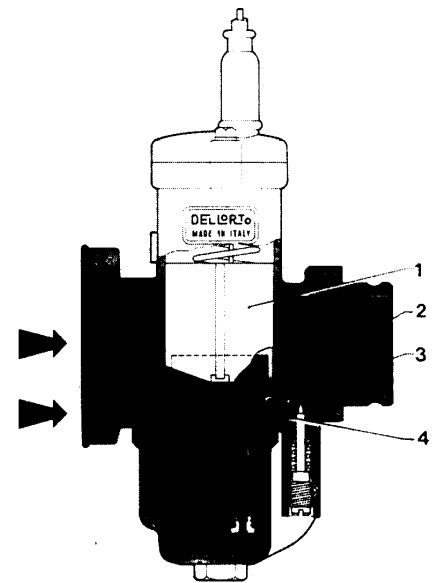

Bild 20
Unter Anreicherung wird die Übergangsphase der Gemischzufuhr zwischen Leerlaufphase und beginnender Gemischzufuhr durch das Hauptsystem verstanden. Mit dem Öffnen des Gasschiebers wächst die angesogene Luftmenge an. Deshalb muss auch die Kraftstoffzufuhr ansteigen, um ein zündfähiges Gemisch zu erhalten. Wie schon erwähnt, liefert die Leerlauföffnung (3) in Bild 20 lediglich die für den Leerlauf benötigte Gemischmenge. Das Hauptsystem fördert keinen Kraftstoff, weil der Unterdruck unter dem Gasschieber zu gering ist. Die Anreicherungsöffnung (2) ist für die Kraftstoffzufuhr in dieser Übergangsphase notwendig. Die Anreicherungsöffnung fördert Kraftstoff aus dem Leerlaufkreislauf. Sie liegt unmittelbar vor der Absperrkante des Gasschiebers (1). Steigt der Luftstrom plötzlich an, wird dadurch auch sofort Kraftstoff zugeführt.